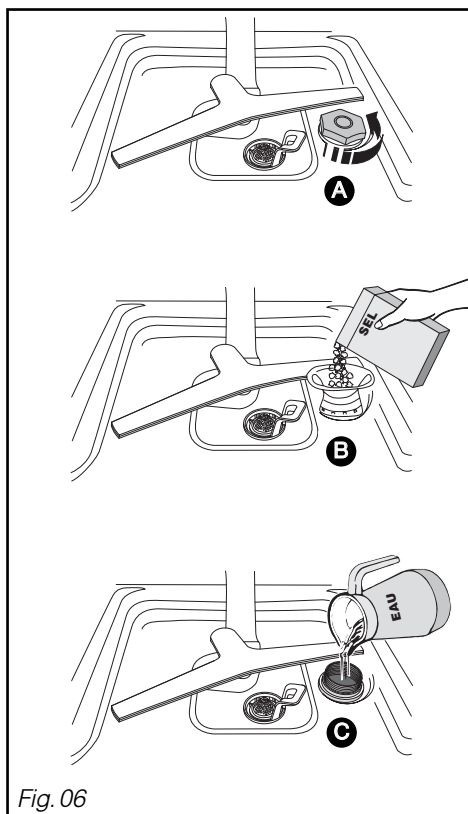

Fig. 06
• Påfyldning af salt til opvaskemaskiner (Fig. 06)